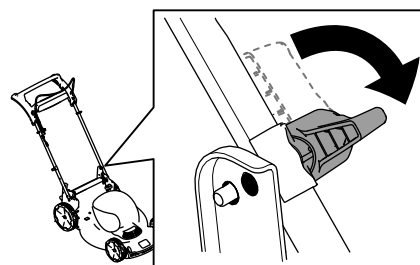

Figura 19
3. Abra las palancas de bloqueo del manillar (Figura 19).